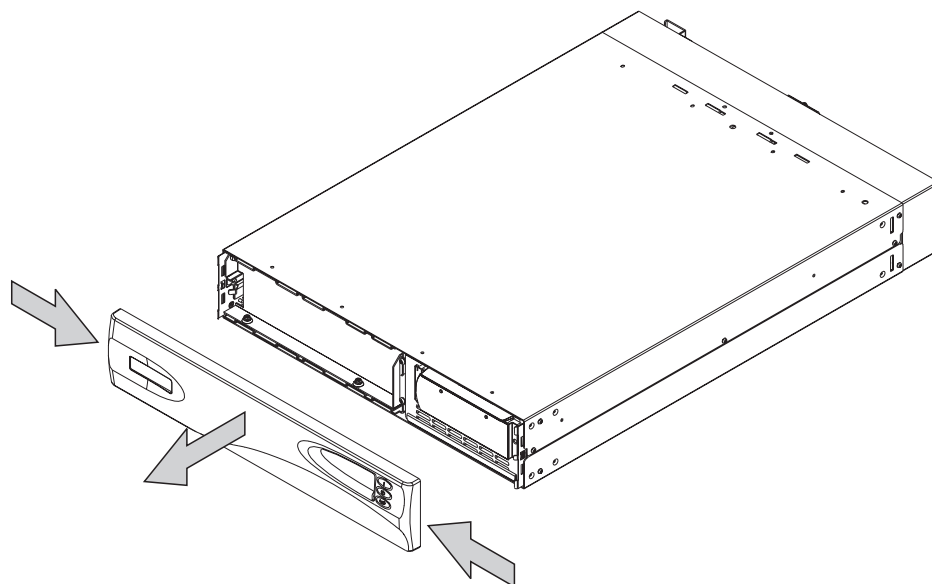

図 63. 無停電電源装置 5125 のフロント・パネルの取り外し
3. 側面を内側に押してから、両方の端を手前に引いて、フロント・パネルを取り外します。219 ページの図 63 を参照してください。